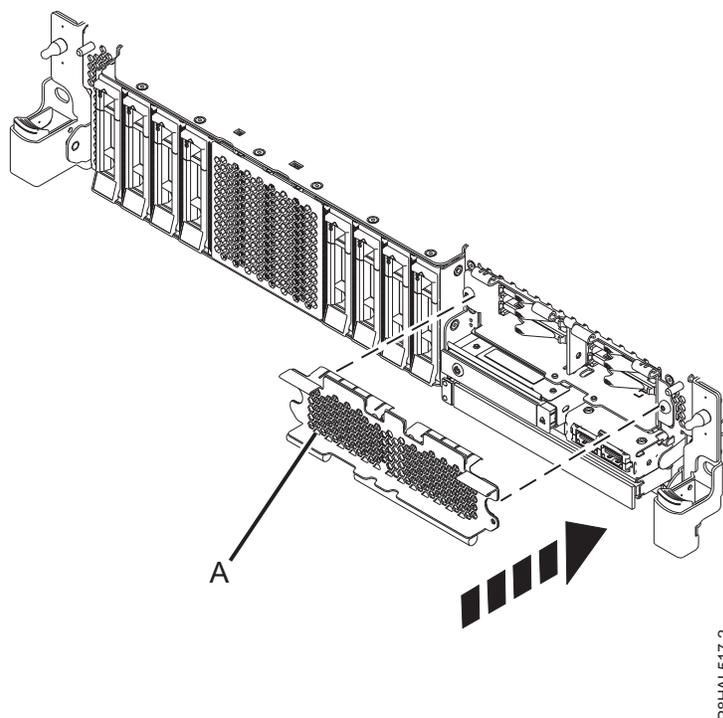

Figura 99. Cobrir a estrutura de SSD num sistema função expandida
4. Caso seja aplicável, cubra a estrutura de SSD com a placa perfurada (**A**) conforme demonstrado em Figura 99 na página 104.